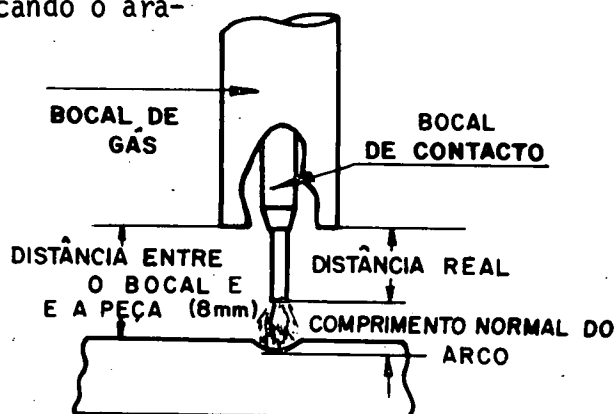

Fig. 7
- 1) Mantenha uma distância de 8mm entre o bocal e a peça (fig. 7).